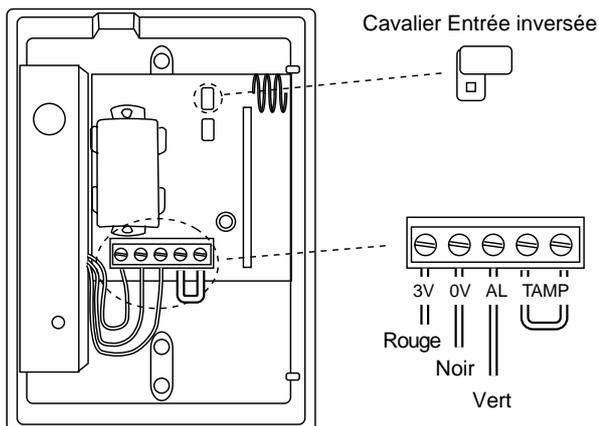

Figure 2. Placement et raccordement du 739r dans le 5845
4. Placer le circuit imprimé du 739r dans l'embase du 5845 à la position indiquée par la Figure 2.
5. Connecter les câbles issus du capteur du 5845 aux bornes du 739r (voir la Figure 2). Cooper Security recommande de retirer les parties en laiton présentes sur les conducteurs Noir et Rouge et de raccorder ceux-ci au bornier à vis.